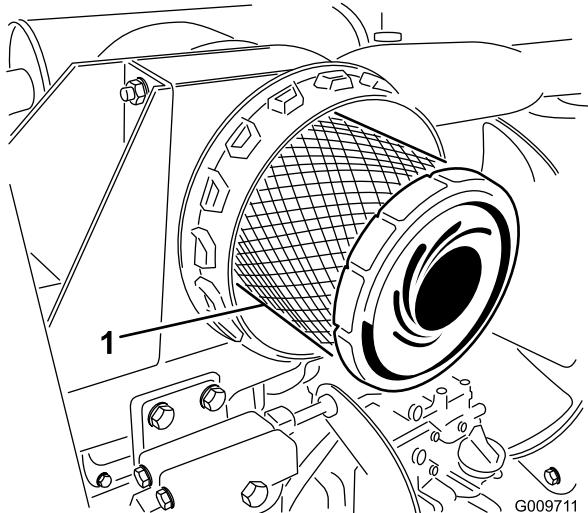

Figure 25
3. Déposez et remplacez l'élément principal (Figure 25). Il est déconseillé de nettoyer les éléments usagés car cela risque d'endommager le matériau du filtre. Vérifiez que le filtre de rechange n'a pas été endommagé pendant le transport. Vérifiez l'extrémité d'étanchéité du filtre et du corps. **N'utilisez pas l'élément s'il est endommagé.** Insérez le nouveau filtre en appuyant sur le bord extérieur de l'élément pour l'engager dans la cartouche. **N'appuyez pas sur la partie centrale flexible du filtre.**